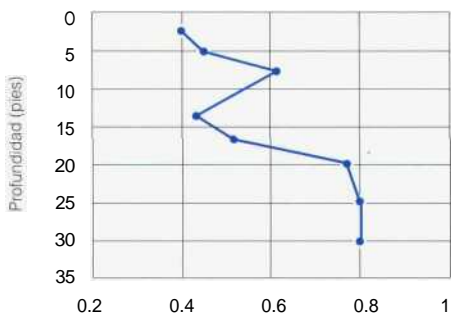

FIGURA 3 Zona activa
determinarse elaborando una gráfica de profundidad contra humedad natural (W_n) sobre índice plástico (IP) (ver FIGURA 3). La profundidad a la cual W_n/ IP se vuelve casi constante se considera la profundidad de la zona activa. En el ejemplo, la zona activa tiene una profundidad de 20 pies.